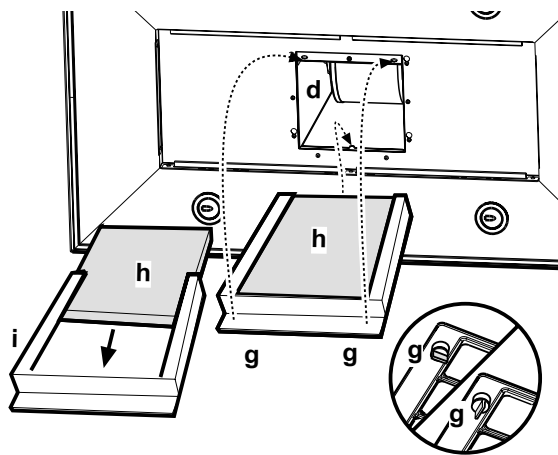

Fig. 4
- Montering- Fig. 4.** Avlägsna ramen i i vilken filtret sitter genom att rotera de två rattarna 90. Sätt i kolfiltret i ramen och sätt tillbaka alla delar på plats.